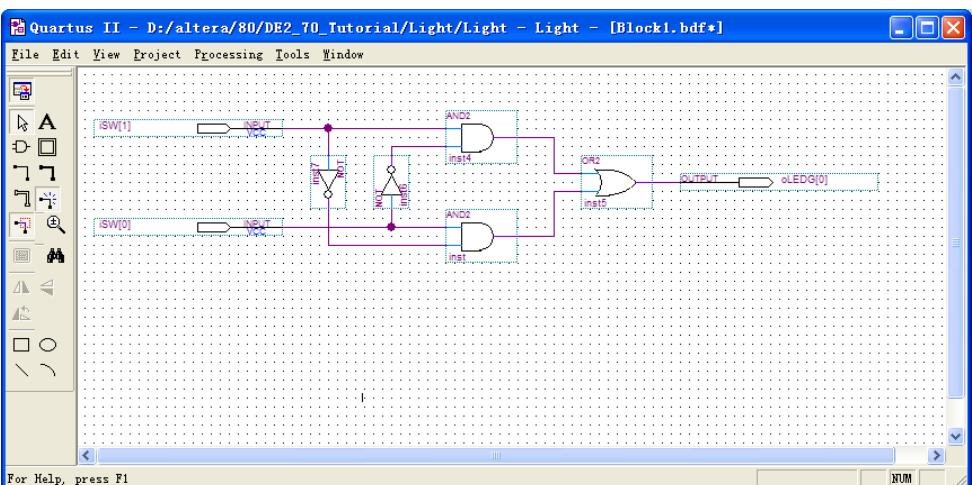

图 4-8 修改引脚名称
7. 修改电路结点的名称, 双击元件即可修改, 将输出结点名称改为 oLEDG[0], 将两个输入分别改为 iSW[1]和 iSW[0], 并保存设计文件 Light.bdf。如图 4-8。